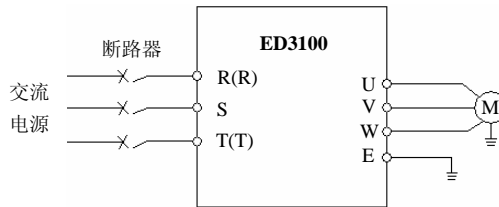

图 3-3 主回路简单配线
- (1) 接线前,确保已完全切断电源 10 分钟以上,否则有触电危险。
- (2) 严禁将电源线与变频器的输出端 U、V、W 连接。
- (3) 变频器本身机内存在漏电流,为保证安全,变频器和电机必须安全接地,接地线一般线径为 3.5mm2 以上铜线,接地电阻小于 10Ω。
- (4) 变频器出厂前已通过耐压试验,用户不可再对变频器进行耐压试验。
- (5) 变频器与电机之间不可加装电磁接触器和吸收电容或其它阻容吸收装置,如图 3-3。
- (6) 为提供输入侧过电流保护和停电维护的方便,变频器应通过中间断路器与电源相连。
- (7) 继电器输入输出回路的接线(DI1-DI6、DO1、DO2、DO3),应选用 0.75mm2 以上的绞合线或屏蔽线,屏蔽层一端悬空另一端与变频器的接地端子 E 相连,接线长度小于 50m。